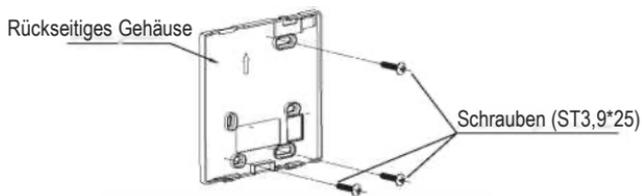

Abb. 3-3
- Bei einer Sichtmontage befestigen Sie das rückseitige Gehäuse mit den 3 Schrauben (ST3,9x25) und den zugehörigen Dübeln an der Wand (Abb. 3-3).